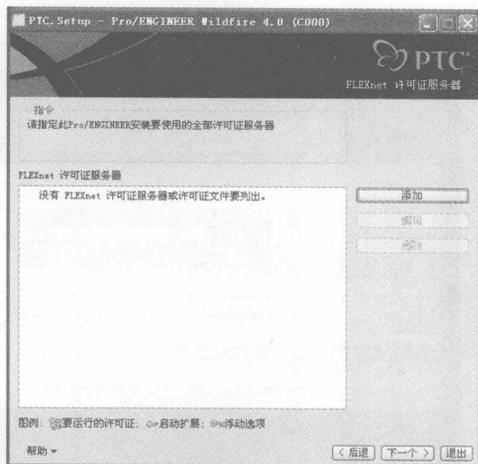

图 1-8 【FLEXnet 许可证服务器】界面
**STEP 6** 在【定义安装组件】界面单击【下一个>】按钮，进入【FLEXnet 许可证服务器】界面，如图 1-8 所示。